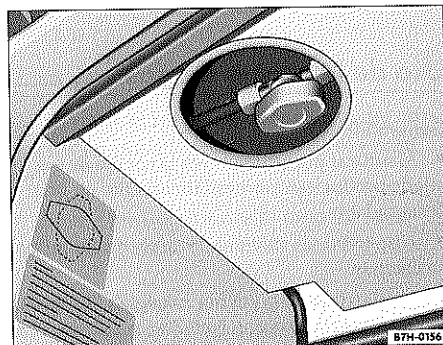

Fig. 38 Válvula de cierre de gas abierta del mueble de cocina, debajo de la placa
- Abra la válvula de cierre de gas de la cocina ⇒ fig. 38.
- Suba completamente la persiana de la ventanilla situada detrás de la cocina de gas ⇒ ❷, en su caso, antes de encender la llama.
- Abra la ventana situada detrás de la cocina de gas mientras esté encendida la llama para que circule el aire ⇒ ❸.
- Para apagar la llama gire el botón correspondiente ❷ completamente a la derecha.
- Cierre la válvula de cierre de gas de la cocina ⇒ fig. 38.